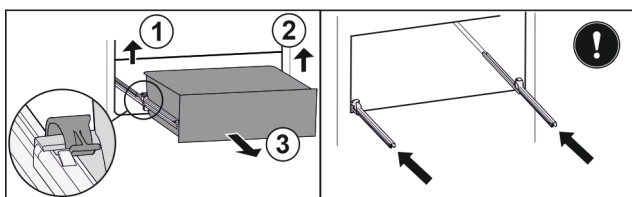

Fig. 61
- Lyft vänster klämma och dra samtidigt utdragslåda till vänster framåt. Fig. 61 (1)
- Lyft höger klämma och dra samtidigt utdragslåda till höger framåt. Fig. 61 (2)
- Ta ut utdragslåda genom att dra den framåt. Fig. 61 (3)